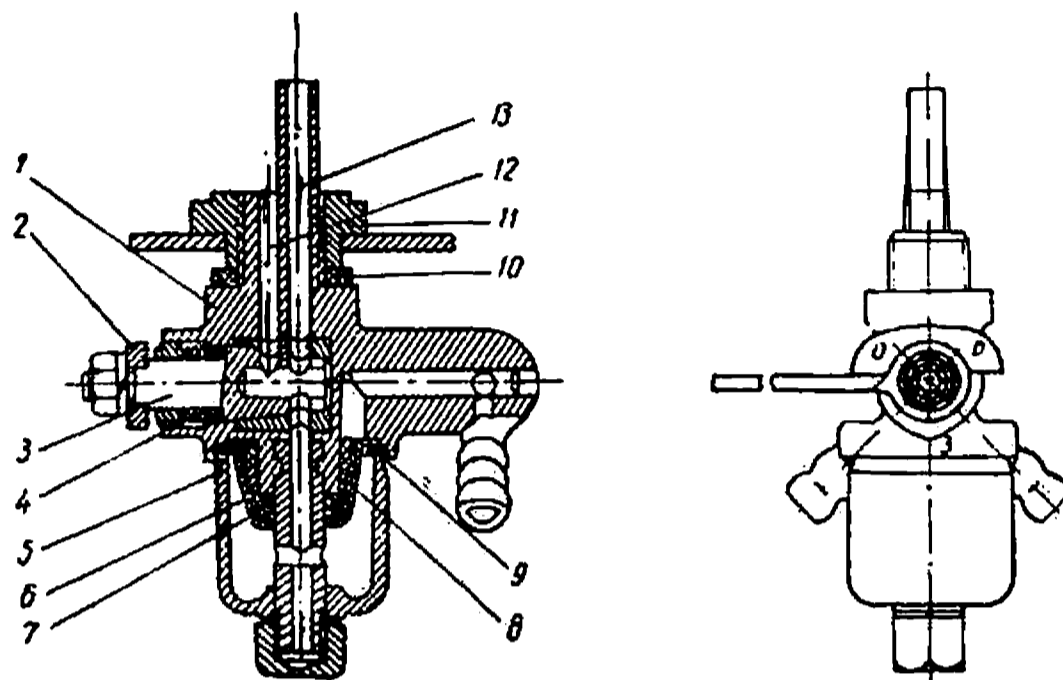

Рис. 4. Бензокраник:
- б) открыть бензокраник (рис. 4), поставив его рукоятку в положение *O* — «открыто». Буквы на кранике обозначают: *З* —